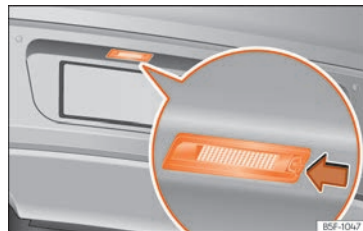

Abb. 63 Im Stoßfänger hinten: Kennzeichenleuchte.
- Drücken Sie die Nase an der Kennzeichenleuchte in Pfeilrichtung »» **Abb. 63**.